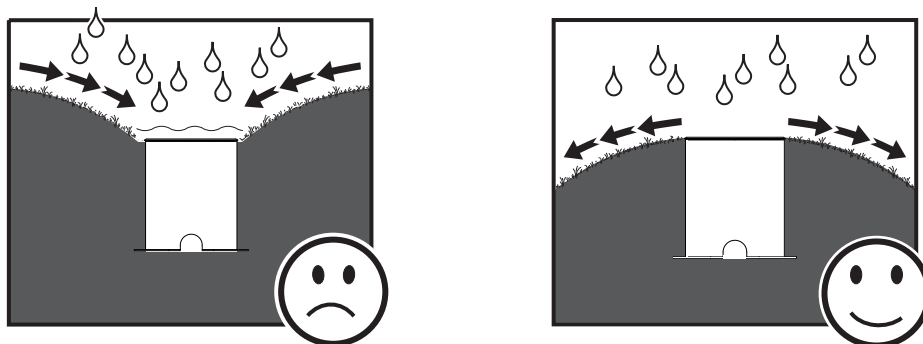

Bild 3: Überflutung vermeiden
- Siehe Bild 3. Vermindern Sie das Risiko einer Überflutung oder Ansammlung von Wasser im Bodentank, indem Sie den Bodentank nicht in Senken, sondern nur an Stellen, an denen das Wasser vom Bodentank weg läuft, installieren.